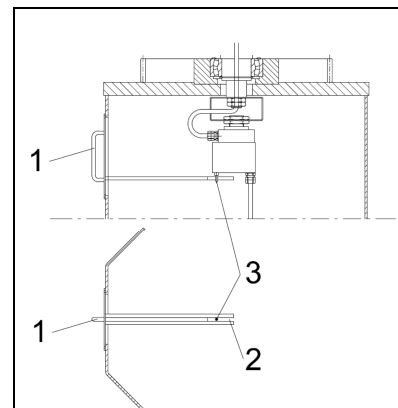

fig.41
3. Chiudere con il coperchio collettore **1** la finestra di ispezione avendo cura che la forcina **2** saldata sul coperchio stesso si inserisca nella spina **3** di fermo del collettore. (fig.41)